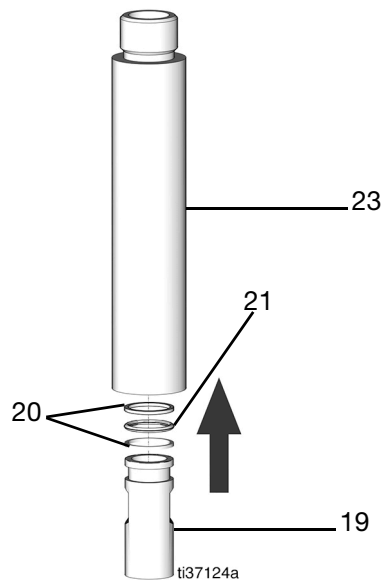

FIG. 59
13. Remplacez les deux bagues d'appui (20) et le joint torique (21) par des bagues d'appui et un joint torique neufs et graissez légèrement (FIG. 59).
14. Placez la douille du piston (19) dans le tube du bas de pompe (23) jusqu'à ce qu'elle soit bien assise (FIG. 59).